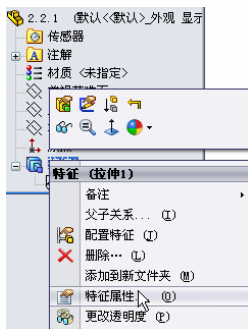

图 1-31 系统快捷菜单
① 执行命令。在特征管理器中选择要改变颜色的特征,此时绘图区域中的相应的特征会改变颜色,表示已选中的面,然后单击鼠标右键,在出现的菜单中用鼠标左键单击“特征属性”选项,如图 1-31 所示。